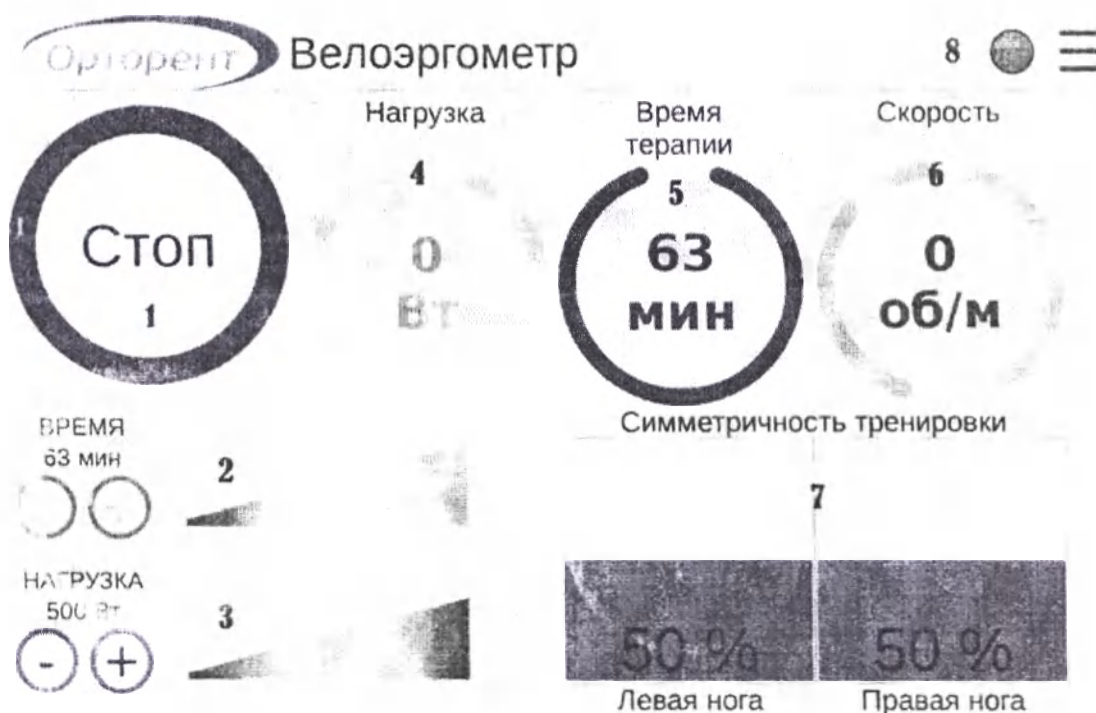

Рис.4. Главный экран прибора
2. Убедитесь в том, что устройство включено и на дисплее отображается начальный экран теста с физической нагрузкой (Рис. 4).